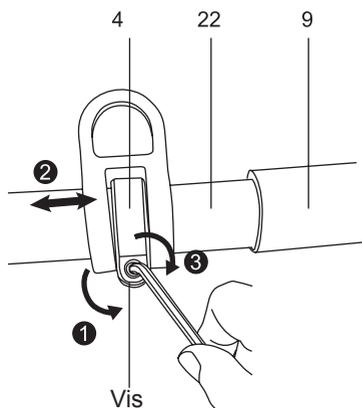

Fig. 19
3. Ouvrir le mousqueton (29a) pour retirer le harnais de la boucle (3).
4. Ouvrez la sangle (29b) pour libérer rapidement le harnais (29).
5. Si nécessaire, placez le maintien de boucle (4) sur une position appropriée pour votre confort et un contrôle aisé. Desserrez la vis et déplacez le maintien de boucle (4) vers l'avant et vers l'arrière le long du manche (22). Il est préférable de placer le maintien de boucle (4) à environ 30 cm de la poignée de maintien (9). Après le réglage, resserrez la vis. (Fig. 19)